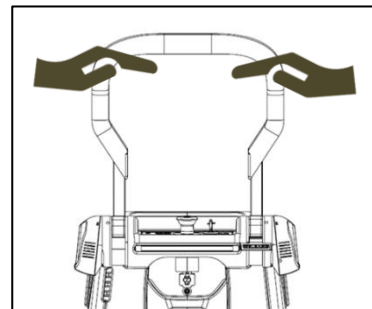

Fig. 2
- Gebruik beide handen om vanaf de handgreep te duwen zoals afgebeeld (fig. 2).